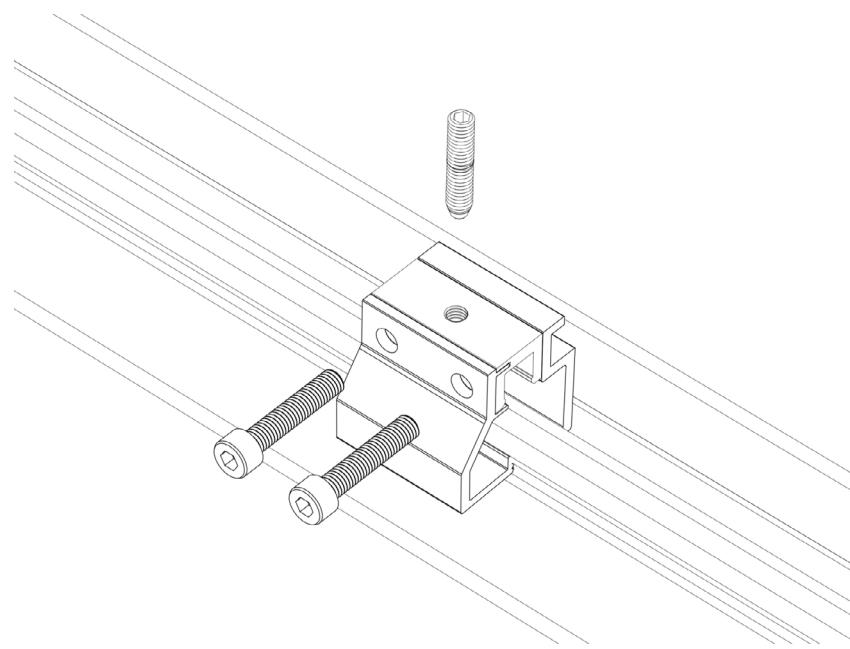

図7
- クランプのベースのボルトをソケットレンチで取り外します(図7)。